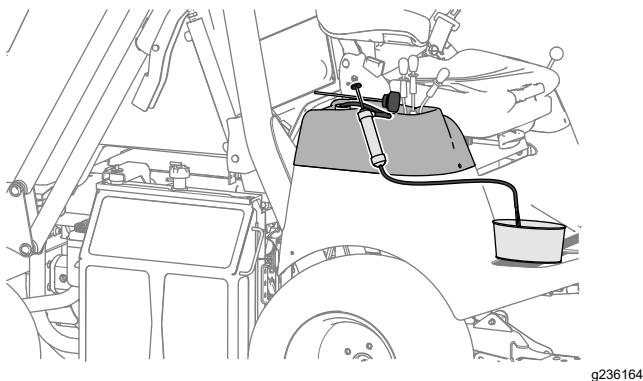

Figura 101
4. Utilizați o pompă tip sifon pentru a goli rezervorul hidraulic (Figura 101).